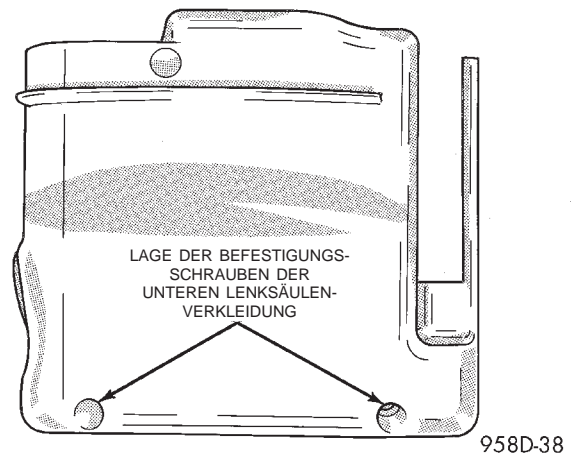

Abb. 58 Lage der Befestigungsschrauben der unteren Lenksäulenverkleidung
(6) Die unteren Befestigungsschrauben des Knieschutzpolsters lösen und Knieschutzpolster abnehmen.
(7) Befestigungsschrauben der unteren Lenksäulenverkleidung lösen (Abb. 58).